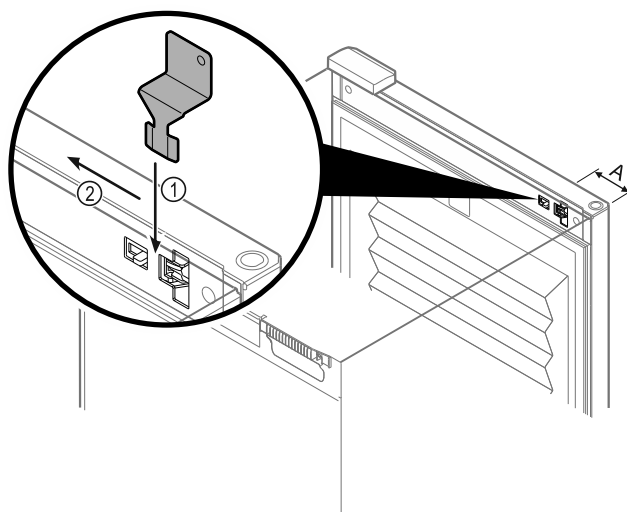

Fig. 217
- ▶ Klíč pro nouzové odblokování umístěte na dané místo Fig. 217 (A) ≈ 100 mm.
- ▶ Klíč pro nouzové odblokování Fig. 217 (1) zasuňte mezi dveře a korpus spotřebiče shora až na doraz.
- ▶ Klíč pro nouzové odblokování zatlačte ve směru závěsu. Fig. 217 (2)